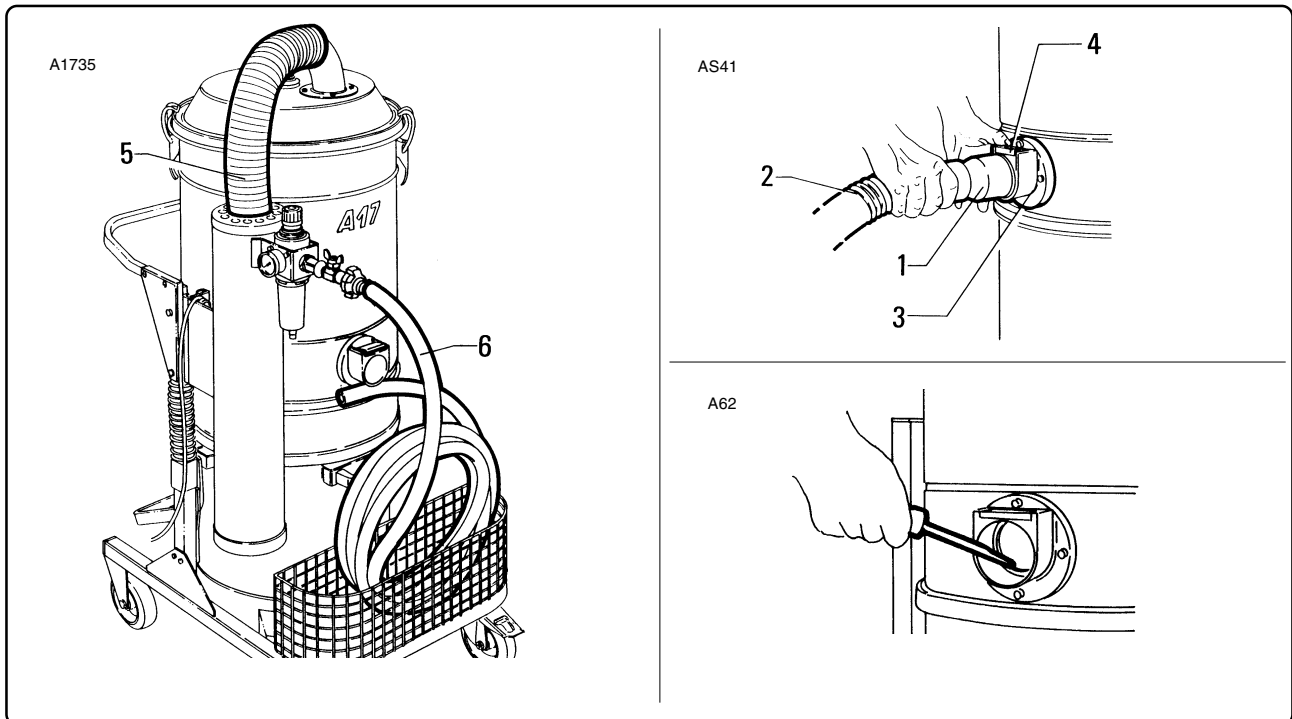

Fig. 7.5.9
**7.5.7- Controllo integrità delle tubazioni (fig. 7.5.9)**
**7.5.7- Checking the condition of the pipes (fig. 7.5.9)**
**7.5.7- Contrôle de l'intégrité des tuyauteries (fig. 7.5.9)**
**7.5.7 - Prüfung der Leitungen auf Unversehrtheit (Abb. 7.5.9)**
Per smontare il tubo "2" è sufficiente premere il piastrino "4" presente sul bocchettone "3" come indicato in fig. 7.5.9.
Per la pulizia raschiare dall'esterno del bocchettone e rimuovere il materiale depositato come indicato in fig. 7.5.9.
*To remove pipe "2", just press plate "4" on outlet "3" as indicated in fig. 7.5.9.*
*Scrape outside the outlet and remove the deposited waste as indicated in fig. 7.5.9.*
Pour démonter le tuyau "2" il suffit d'appuyer sur le verrou "4" de l'embouchure "3" comme indiqué dans la fig. 7.5.9.
Pour le nettoyage racler de l'extérieur de l'embout et enlever la matière qui s'est déposée comme indiqué dans la fig. 7.5.9.
*Um den Schlauch "2" auszubauen, reicht es aus, auf das Plättchen "4" auf dem Stutzen "3" zu drücken, so wie es in der Abb. 7.5.9 gezeigt ist.*
*Wenn klebrige Materialien behandelt werden, sind mögliche Verschlußstellen zu suchen, die längs des Schlauchs "2", im Stutzen "3" und auf dem Leitblech in der Filterkammer vorliegen können. Zum Reinigen den Stutzen von außen abkratzen und den abgelagerten Schmutz wie in der Abb. 7.5.9 gezeigt entfernen.*